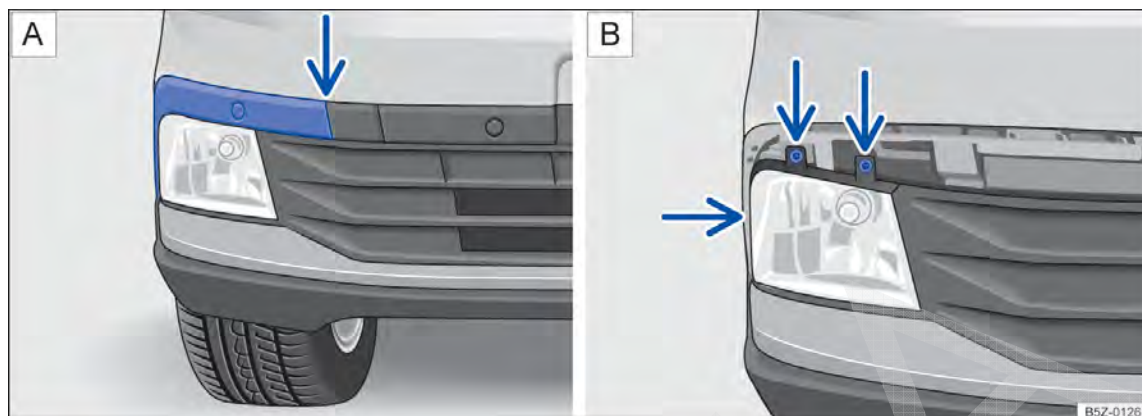

Fig. 177 No para-choque dianteiro: (A) desinstalar a moldura do farol de neblina e (B) retirar os parafusos do farol de neblina.
Desencaixar a moldura, cuidadosamente → , primeiramente pelo local indicado pela seta → Fig. 177 A. Remover completamente para acessar os parafusos do farol de neblina.
4. Retirar os parafusos indicados pelas setas → Fig. 177 B.
14. Recolocar os parafusos indicados pelas setas → Fig. 177 B para fixar o farol de neblina.
15. Recolocar a moldura da esquerda para a direita → Fig. 177 A.